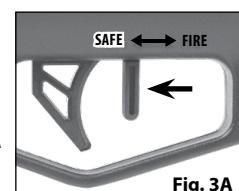

Fig. 3A
2. A trava de segurança encontra-se na posição "SEGUR" (SAFE) e a espingarda de ar encontra-se na posição TRAVADA ("ON SAFE") quando a alavanca da trava de segurança estiver na posição traseira, "Segura" (Safe) (perto do gatilho), e não puder ser deslocada mais para trás (Fig. 3A).